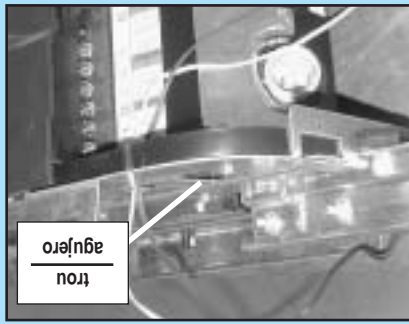

FIG. 1-12 Passer le fil vers la tête motorisée.
- Llevar los cables atrás a la caja de control a través del agujero en el tope de la caja de control (Fig. 1-12).